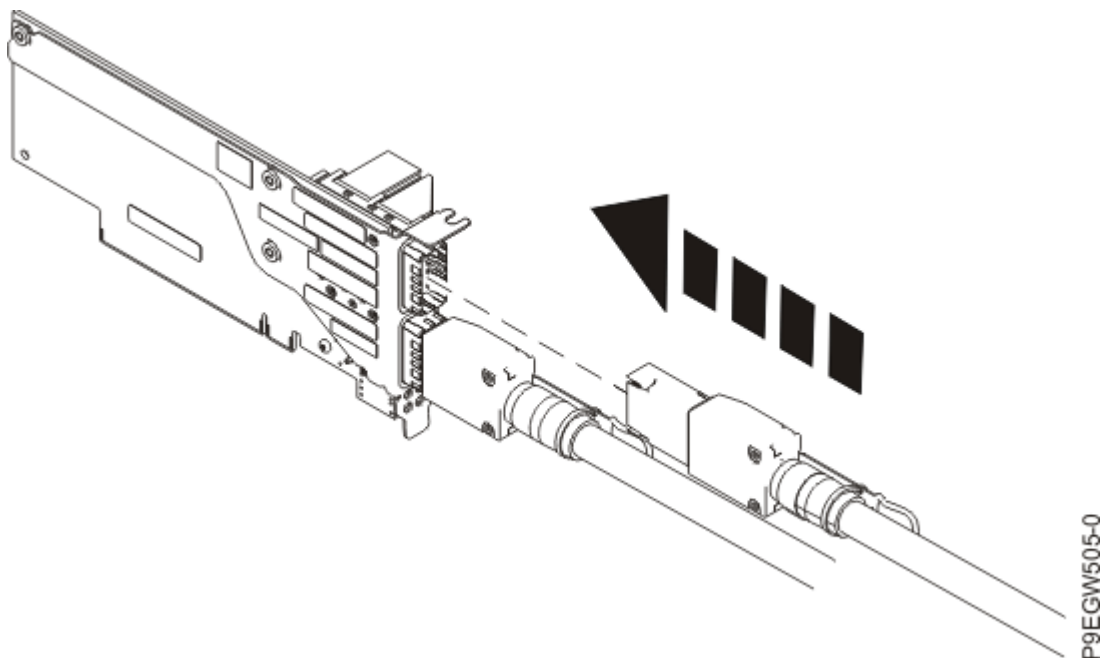

図 6. ホスト・システム上の PCIe3 ケーブル・アダプターでの拡張ドロワー・ケーブルの再取り付け
4. 6 ページの図 6 に示すように、ケーブルのプラグをホスト・システムの PCIe3 ケーブル・アダプター・ポートに差しして、交換用の拡張ドロワー・ケーブルを接続します。